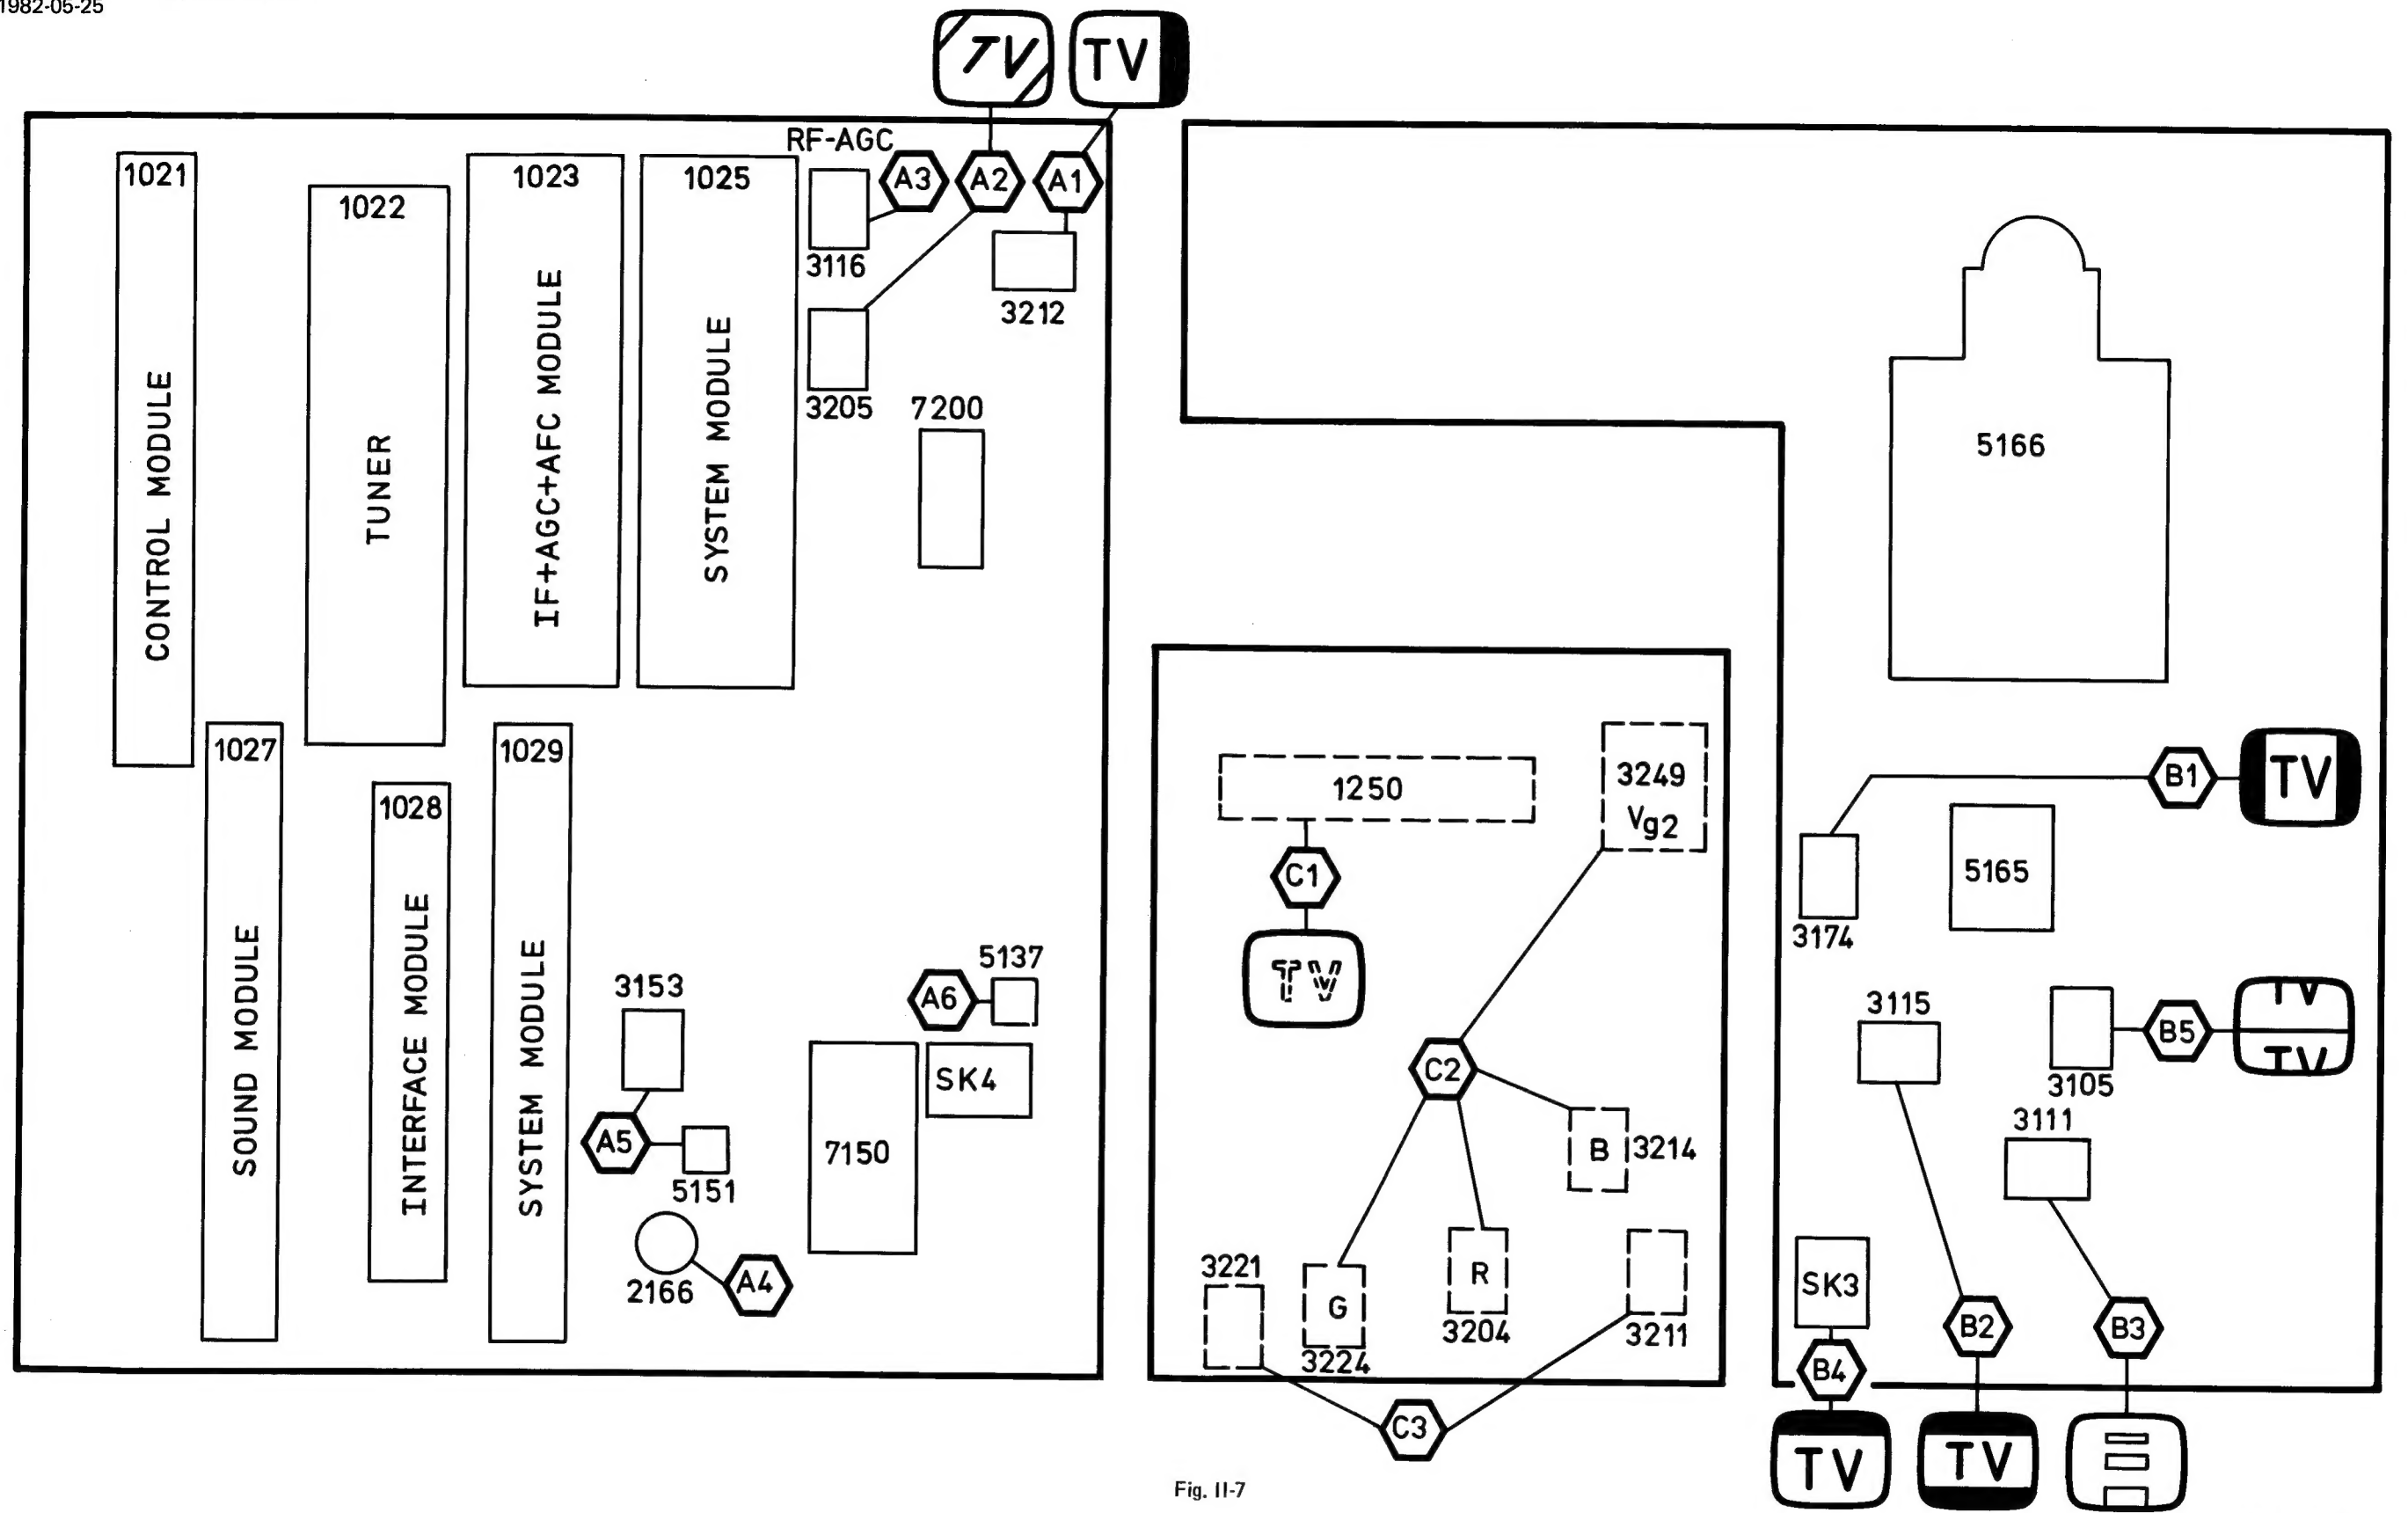

Fig. II-7
7. SK3 für die vertikale Zentrierung in Mittelstellung drehen. Mit SK4 die grüne Kanone ausschalten (siehe Abb. II-7). Die blaue Kanone ausschalten, indem 3242 auf der Bildröhrenplatte auf einer Seite entlötet wird.
2. Mit SK4 grüne Kanone abschalten (siehe Abb. II-7) und Verankerungsring "B" nach links drehen.
2. Gittermuster zuführen und mit SK4 die grüne Kanone abschalten (siehe Bild II-7).
**EINSTELLUNGEN AN DER KLEINSIGNAL-PLATTE (siehe Bild II-7)****1. Horizontalzentrierung**
**EINSTELLUNGEN AN DER GROSSIGNAL-PLATTE (siehe Bild II-7)****1. Bildbreite**
**EINSTELLUNGEN AN DER BILDRÖHREN-PLATTE (siehe Bild II-7)****1. Fokussierung**